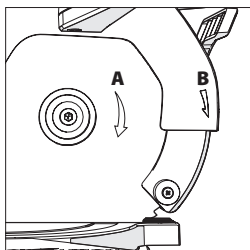

Fig. 29
Accertarsi che la freccia di rotazione sulla lama (A) combaci con la freccia di rotazione in senso orario sul coprilama superiore (B) (**Fig. 29**).